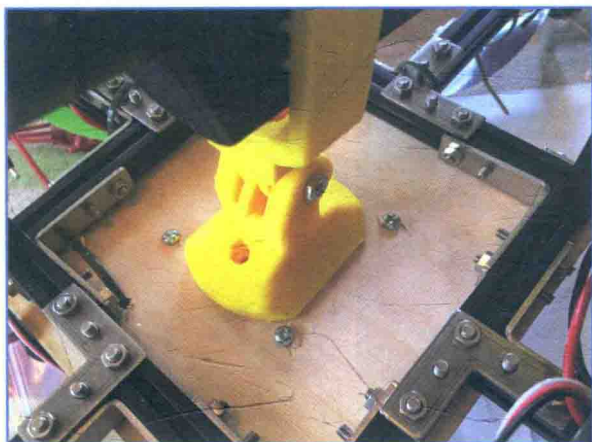

图 12.12 将支架固定在平台下方
3. 翻转四轴直升机，将摄像头架固定在木制平台下方，根据需要钻孔（见图 12.12）。使用 4 号 3/4 英寸螺丝固定。